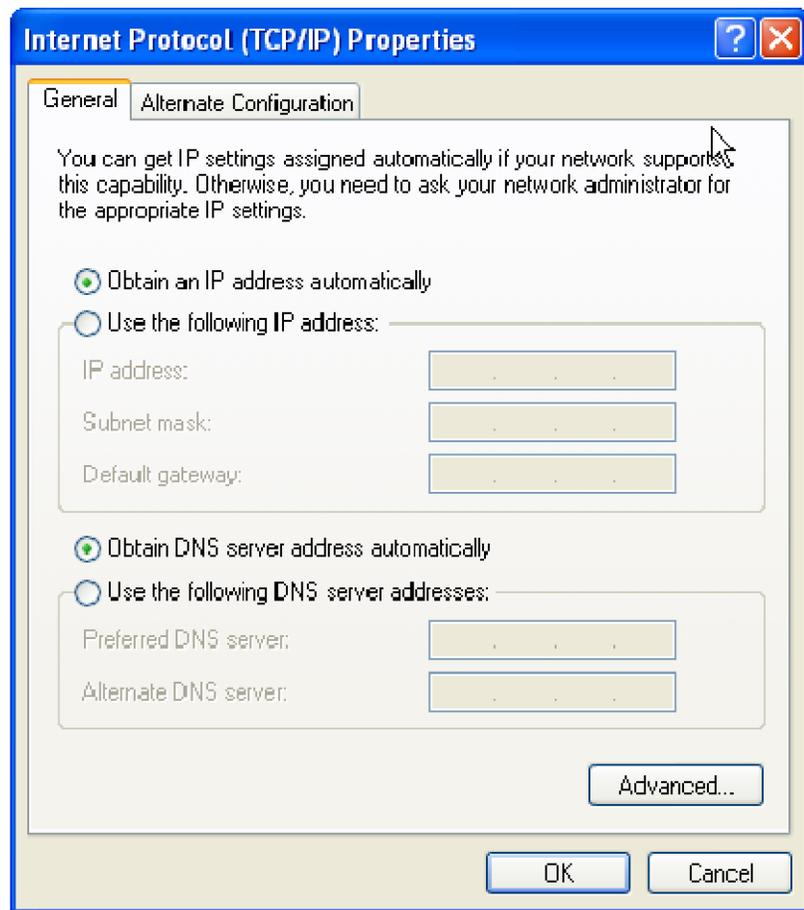

図 14: IP Properties ダイアログ・ボックス
7. リストを下にスクロールして **Internet Protocol (TCP/IP)** を選択し、**Properties** をクリックします。Internet Protocol (TCP/IP) Properties ダイアログ・ボックスが表示されます。(図 14 参照)。